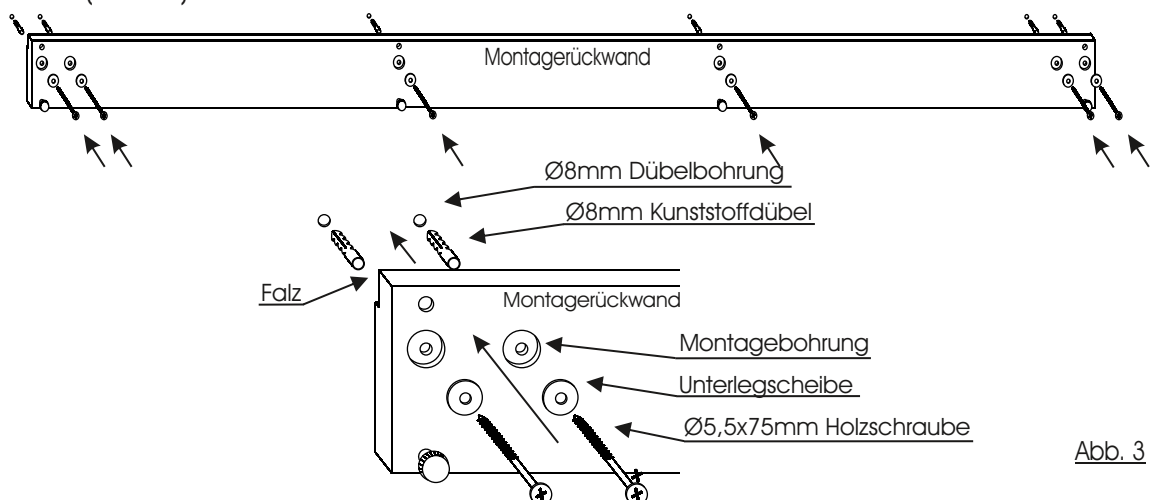

Abb. 3
3. Drehen Sie den Sockelgleiter auseinander. (Abb. 2) und stecken das Zapfenteil in die entsprechenden Bohrungen des Unterbodens. Sichern Sie den Gleiter mit je einer $\varnothing 4 \times 17 \text{ mm}$ RW-Schraube. Anschließend wird das Gleitelement wieder aufgeschraubt. (Abb. 3)
5. Bohren Sie die Dübellöcher mit einem Ø8mm Bohrer und montieren Sie die Montagerückwand mit den Ø8mm Kunststoffdübeln, Unterlegscheiben und Ø5,5x75mm Holzschrauben waagrecht an die Zimmerwand. (Abb. 3)